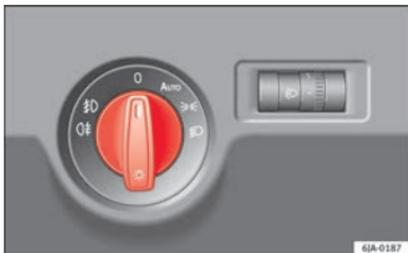

Fig. 129 Painel de instrumentos: comando das luzes.
A localização dos comandos de controlo dos veículos **com o volante à direita** difere parcialmente da mostrada nas figuras aqui apresentadas » **Fig. 129** » Página 125. No entanto, os símbolos que indicam as respetivas posições dos comandos são iguais.
– Rodar o interruptor da luz » Fig. 129 para a posição ☞.
– Rode o interruptor das luzes » Fig. 129 para a posição 0.
As luzes diurnas são uns dispositivos de sinalização pensados para aumentar a segurança rodoviária. Trata-se de umas luzes integradas nos faróis que se acendem sempre que se liga a ignição, caso o comando de luzes se encontre na posição 0 ou AUTO » Fig. 129. É desativada automaticamente ao ligar a luz de presença.
Se o interruptor das luzes estiver na posição **AUTO** **»» Fig. 129**, ligam-se ou desligam-se automaticamente a luz de presença e os médios, bem como a luz da matrícula.